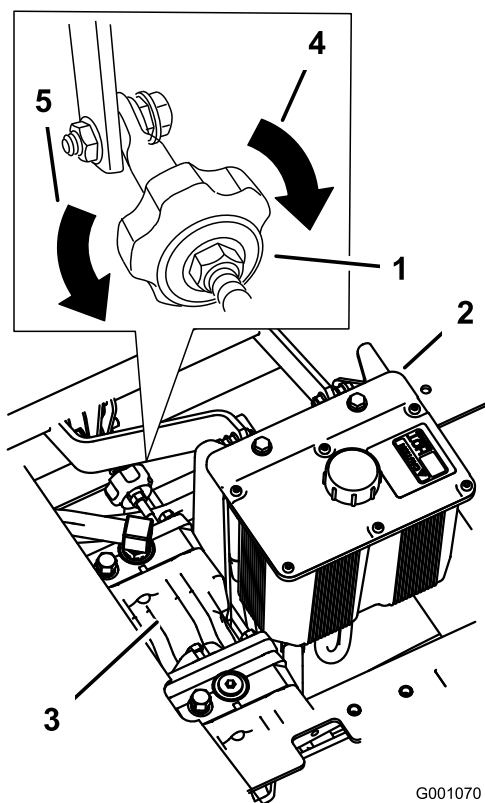

Figura 95
2. Regolate la lunghezza dell'asta della pompa facendo girare nella direzione opportuna la manopola, finché la ruota si ferma o si sposta leggermente indietro (Figura 95).